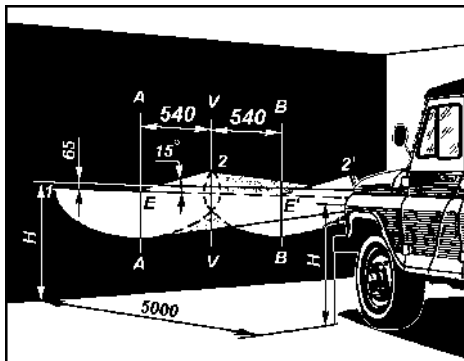

Рис. 9.28. Разметка экрана для регулировки фар:
1. Установите полностью заправленный и снаряженный автомобиль с нормальным давлением воздуха в шинах и нагруженным сиденьем водителя 750 Н (75 кгс) на ровной горизонтальной площадке на расстоянии 5 м от экрана со специальной разметкой (рис. 9.28).